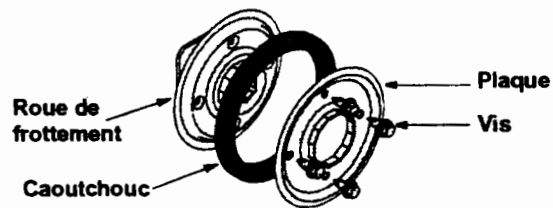

Figure 24
- Enlevez les quatre vis de l'ensemble de la roue de frottement et retirez le caoutchouc de la roue de frottement de la plaque de serrage. Voir la Figure 24.
- Installez le nouveau caoutchouc de la roue de frottement sur la roue de frottement. Serrez les quatre vis l'une après l'autre dans l'ordre avec une force égale. Voir la Figure 24.